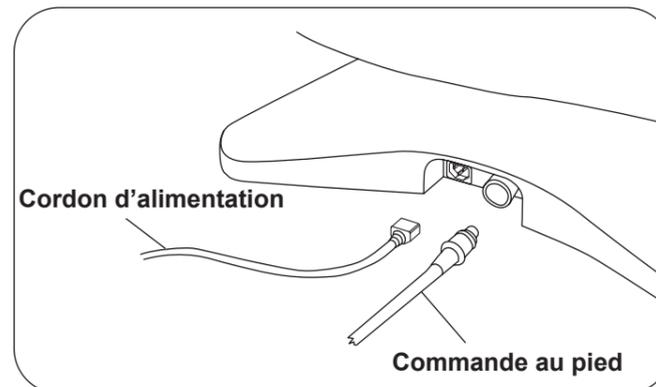

Figure 6. Prises du cordon d'alimentation et du cordon de commande au pied
1. Insérez l'extrémité femelle du cordon d'alimentation dans la prise sur la table (Figure 6).
2. Insérez l'extrémité du cordon de commande au pied la commande au pied dans la prise de la de la commande au pied sur la table (Figure 6). Assurez-vous que la languette de la fiche est alignée avec la fente de la prise.